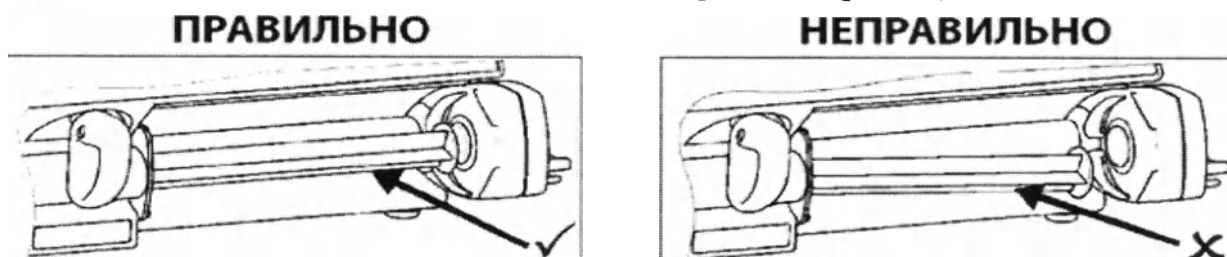

Рисунок 39 – Установка поршня шприца.
- Убедиться, что поршень шприца установлен правильно (рис. 39).